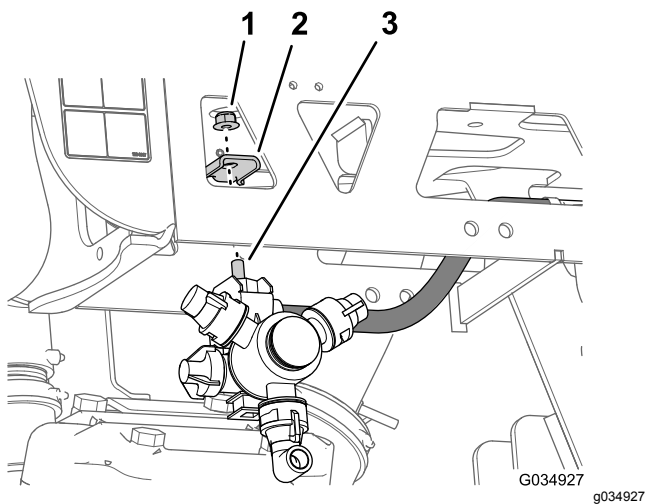

Figure 82
6. Répétez les opérations 2 à 7 pour l'autre ensemble flexible et buse sur l'autre cadre en treillis extérieur (Figure 79 et Figure 82).
- Insérez le boulon à tête hexagonale (5/16" x 3/4") de la buse de pulvérisation dans le trou du support de buse (Figure 82) et fixez légèrement la buse sur le support avec un contre-écrou à embase (5/16") que vous avez retiré aux opérations 1 ou 4 de 12 Dépose des flexibles de buses de pulvérisation du système à 3 sections (page 32).